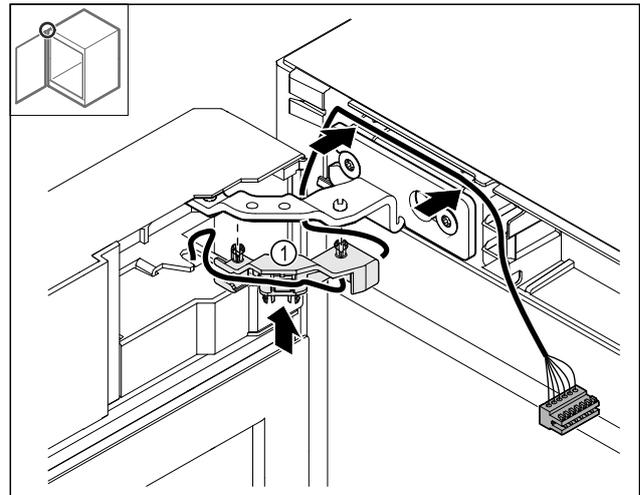

Fig. 44
- ▶ Kabelhalterung Fig. 44 (1) ins Scharnier drücken.